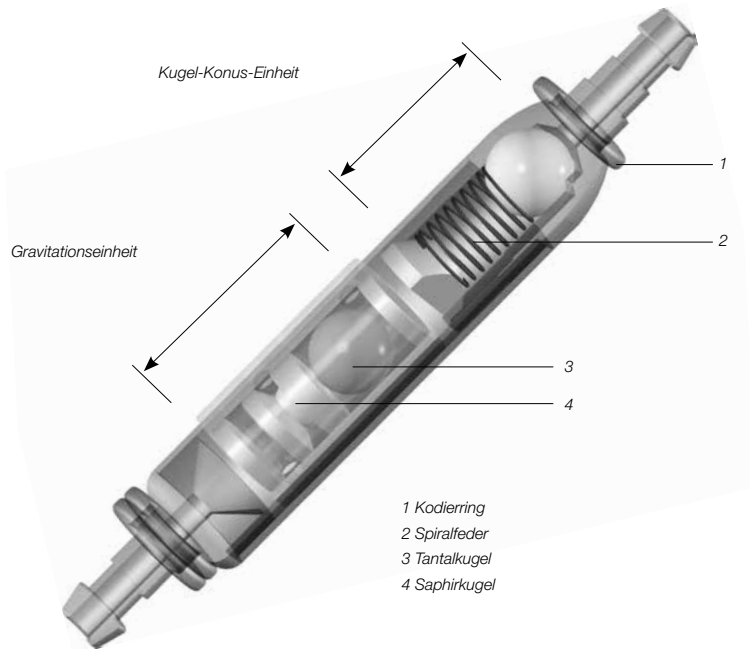

Abb. 1: *paediGAV* im Querschnitt
Abb. 1 zeigt eine schematische Querschnittszeichnung des *paediGAV*. Es besteht aus einem stabilen Titangehäuse, in dessen proximalem Teil eine bewährte Kugel-Konus-Einheit integriert ist. Eine Spiralfeder (2) gewährleistet den Öffnungsdruck der Kugel-Konus-Einheit. Die Gravitationseinheit im distalen Bereich besteht aus einer Tantal-Kugel (3), die den Öffnungsdruck dieser Einheit bestimmt, und einer Saphirkugel (4), die den präzisen Verschluss garantiert. Kodierringe (1) ermöglichen die Identifikation der Druckstufen im Röntgenbild.